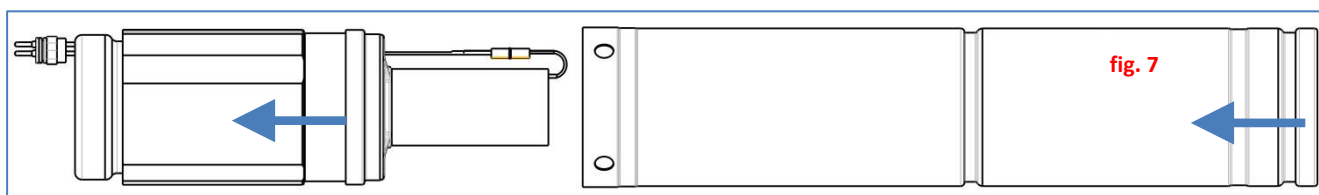

fig. 7
7. Rimuovere le viti per consentire di sfilare il connettore di alimentazione dal supporto superiore (fig. 7).
Take out screws to tear-off male plug from upper bracket (fig. 7).